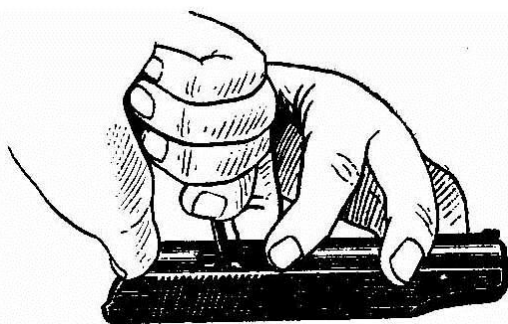

Рис. 19. Присоединение выбрасывателя к затвору
2) **Присоединить выбрасыватель к затвору** (рис. 19). Положить затвор на стол (скамейку), правой рукой вставить в гнездо затвора пружину выбрасывателя с гнетком (гнетком наружу). Поставить выбрасыватель в паз зацепом к чашечке затвора и, придерживая его указательным пальцем левой руки у зацепа, утопить выступом протирки гнеток в гнездо; одновременно поджимая выбрасыватель к гнетку и вниз (поворачивая вокруг зацепа), опустить его пяточку в гнездо затвора так, чтобы головка гнетка расположилась над уступом пяточки выбрасывателя.